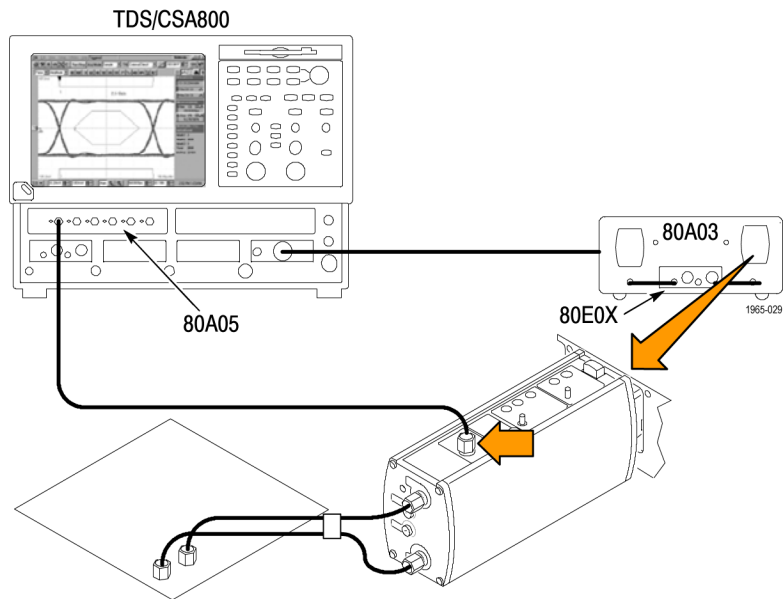

図 9: 80A03 インタフェースと 80A05 モジュールを搭載したプローブを使用して、TDS8000 シリーズのサンプリング・オシロスコープでアイ・ダイアグラムを表示する
**80A05 クロック・リカバリ・モジュール:** 80A05 クロック・リカバリ・モジュールをサンプリング・オシロスコープに追加し、P7313SMA 型プローブの AUX OUT を使用して、入力信号に対してモジュールを起動し、アイ・ダイアグラムを表示します。80A05 モジュールは、データ・レートがわかっている場合に、取得したデータ・ストリームから再生クロックを生成します。(43 ページの 図 9 参照)。